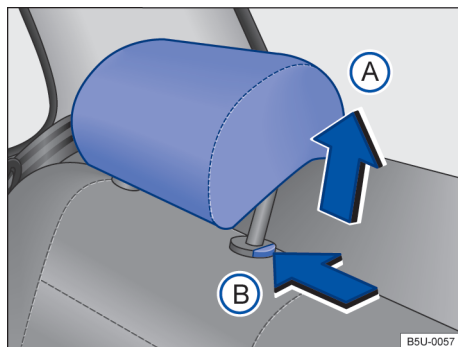

Fig. 61 Apoio para cabeça traseiros: ajustar.
- Empurrar o apoio para cabeça para cima na direção da seta → Fig. 61 (A) ou com a tecla → Fig. 61 (B) pressionada, empurrar para baixo → em *Introdução ao tema* na página 72.